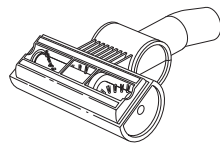

Fig. 28
- 3** Retournez la brosse rotative pour inspecter la pièce rotative; à l'aide de ciseaux, coupez les accumulations de cheveux et de fils entourant la brosse rotative. **(Fig. 28)**